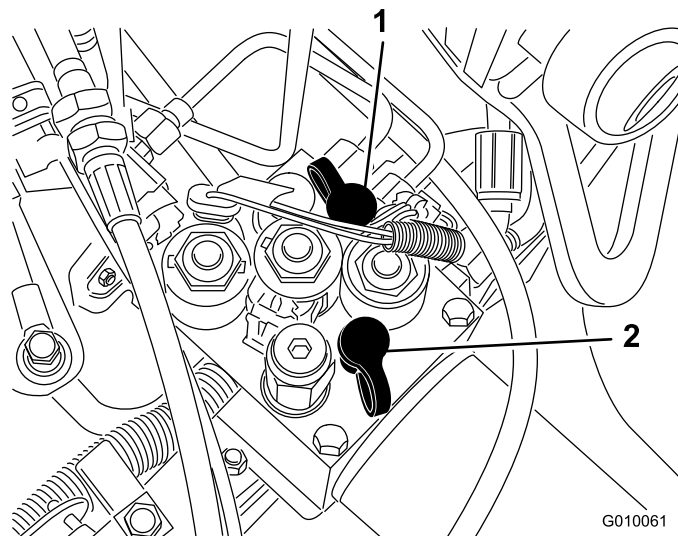

Figura 60
- Il foro diagnostico G 2 (Figura 60) agevola la diagnostica del circuito di ricarica della trazione.
- Il foro diagnostico G 1 (Figura 60) agevola la diagnostica della pressione del circuito di sollevamento.